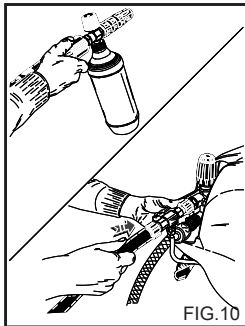

FIG.10
APPLICATION KIT ASPIRATION DÉTERGENT (Accessoire optionnel) (fig. 10)
2) Retirer la rallonge de la poignée et insérer la lance double ou la lance à buse réglable, le kit vaporisateur de détergent, actionner le nettoyeur, activer la commande d'aspiration du détergent placée sur la lance (fig. 10 - 12) et asperger la surface à laver de bas en haut.